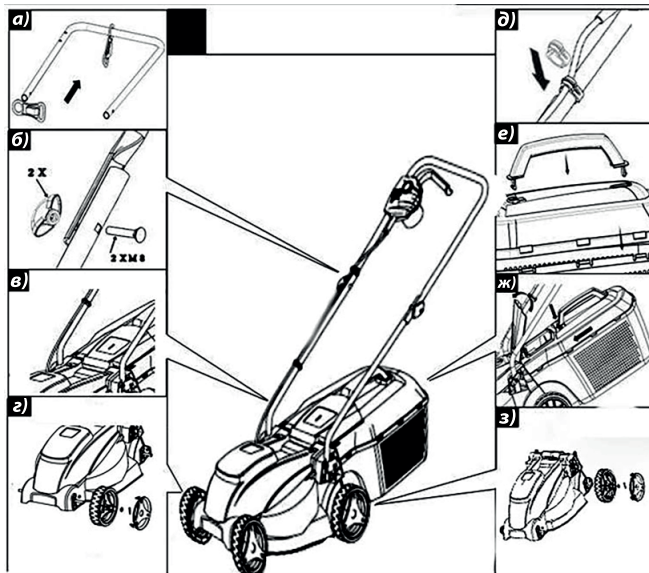

Рис. 2
Сборка электрической газонокосилки (Рис. 2)
1. Повесьте крючок для кабеля на верхнюю часть ручки (Рис. 2а).
2. Соедините верхнюю и нижнюю часть ручки болтами и пластиковыми гайками-барашками из комплекта поставки (Рис. 2б).
3. Вставьте концы ручки в корпус газонокосилки (Рис. 2в).
4. Установите каждое колесо на ось и закрепите их с помощью шплинтов из комплекта крепежа (Рис. 2г).
5. Закрепите силовой кабель на ручке с помощью пластиковых фиксаторов (Рис. 2д).
6. Соберите травосборник из 2-х половинок, вставив фиксаторы половинок до щелчка. Закрепите ручку травосборника сверху (Рис. 2е).
7. Вставьте травосборник в корпус газонокосилки, закрепив на выступах в задней части корпуса (Рис. 2ж).
8. Закрепите защитные колпаки, вставив их в колеса (Рис. 2з).